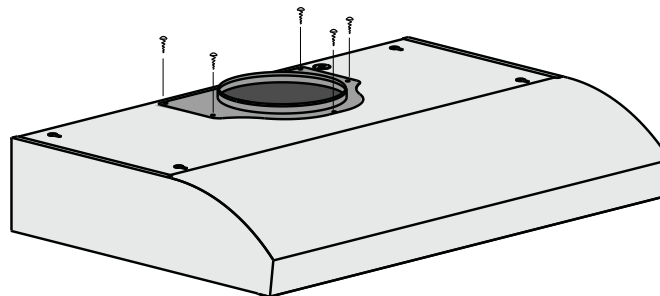

Figure 7
- Positionner ensuite le système d'évent circulaire sur le dessus et la fixer en place à l'aide des vis fournies (Figure 7) ;